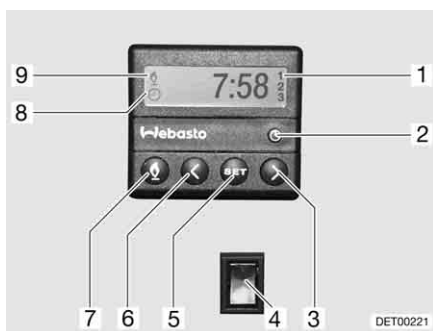

Fig. 162 Centralina di controllo per riscaldamento fisso
- Premere il tasto (Fig. 162,7). Il funzionamento del riscaldamento viene indicato con il simbolo (Fig. 162,9). La ventola viene inserita solo quando la temperatura dell'acqua di raffreddamento è pari a 30 °C.
- Premere il tasto (Fig. 162,7). Il simbolo (Fig. 162,9) si spegne.
- Premere l'interruttore (Fig. 162,4) in basso. Il motore viene preriscaldato. La ventola viene inserita immediatamente.
- Premere l'interruttore (Fig. 162,4) in alto. Il motore rimane freddo.
- Premere il tasto (Fig. 162,2). L'impostazione dell'ora viene indicata con il simbolo (Fig. 162,8).
- Impostare l'ora con i tasti (Fig. 162,3 e 6).
- Premere il tasto (Fig. 162,5).
- Impostare l'orario di accensione con i tasti (Fig. 162,3 e 6) entro 10 secondi.
- Premere il tasto (Fig. 162,5) fino a che nel display (Fig. 162,1) non appare il numero di programmazione desiderato.